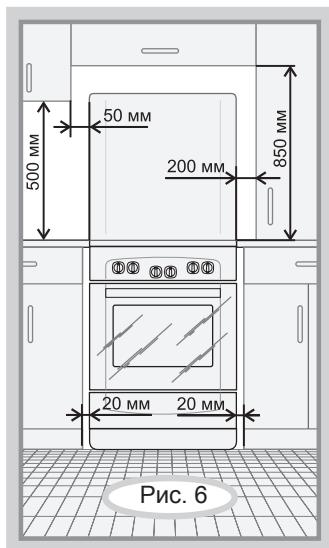

Рис. 6
- Минимальные расстояния, которые необходимо выдержать при установке плиты, показаны на рис.6. Задняя стенка варочной панели плиты должна отстоять от поверхности стены не менее чем на 50 мм.